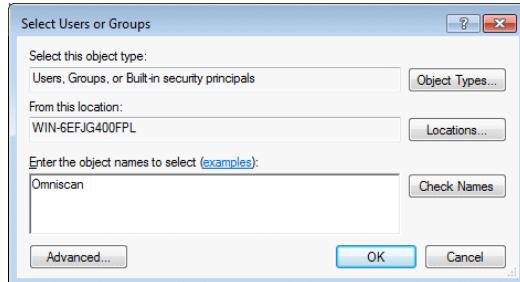

Рис. 7-32 Окно Выбор пользователей и групп (Windows 7)
11. В диалоговом окне **Select Users or Groups** (Выбор пользователей и групп) щелкните на кнопке **Locations** [Размещение] (см. Рис. 7-32 на стр. 232).
13. В диалоговом окне **Select Users or Groups** (Выбор пользователей и групп) в поле **Enter the object names to select** (Ведите имена выбираемых объектов) введите **Omniscan** (см. Рис. 7-32 на стр. 232) и нажмите **OK**.